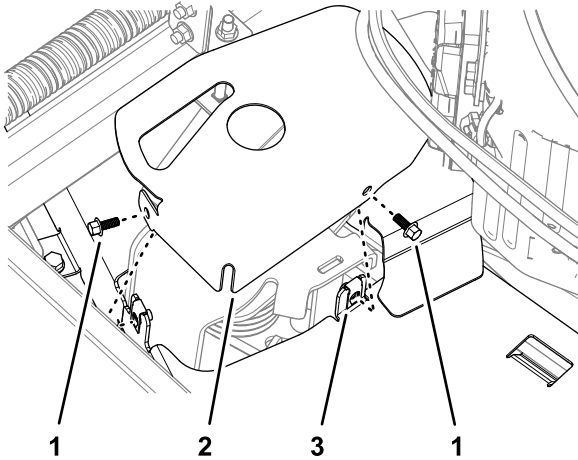

Figure 34
- Retirez les 2 vis à embase qui fixent le couvercle du tendeur au protège-courroie gauche et déposez le couvercle (Figure 34).